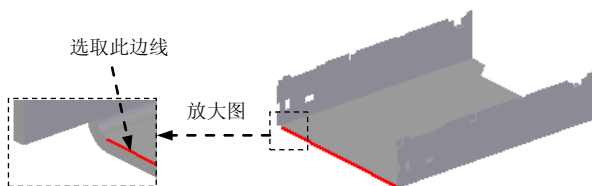

图 8.8.41 选取路径
(1) 选择命令。单击“主页”功能选项卡中“钣金”工具栏中的“轮廓弯边”按钮 。
(2) 定义特征的截面草图。
① 选取路径。在系统的提示下, 选取图 8.8.41 所示的模型边线为路径, 在“轮廓弯边”命令条中的 **位置** 文本框中输入值 1, 并按 Enter 键, 进入草图绘制环境。